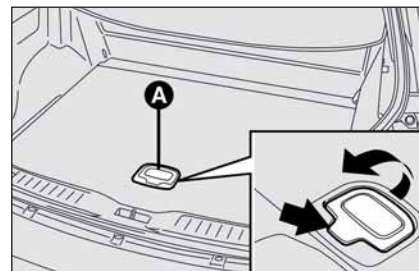
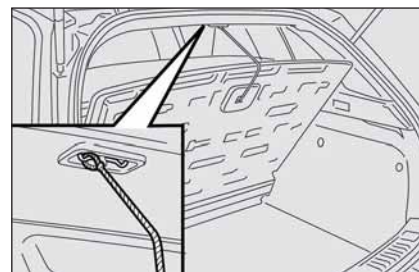

fig. 109
fig. 110
- sollevare l'apposita maniglia **A**-fig. 109 premendo nel punto indicato dalla freccia in corrispondenza della scritta “PUSH”, sollevare il piano di carico e fissarlo mediante l'apposita funicella all'aggancio superiore su padiglione, procedendo come illustrato in fig. 110.
- sollevare l'apposita maniglia **A-fig. 109** premendo nel punto indicato dalla freccia in corrispondenza della scritta "PUSH" e mediante l'utilizzo di questa sfilare il piano di carico dalla sede su battivaligia sollevandolo leggermente e tirandolo verso l'esterno; l'articolazione lato sedile aiuterà nella manovra.
- sollevare l'apposita maniglia **A-fig. 109** premendo nel punto indicato dalla freccia in corrispondenza della scritta "PUSH" e mediante l'utilizzo di questa sollevare il piano di carico dal tappeto baule e tirarlo verso l'esterno; l'articolazione lato sedile aiuterà nella manovra.